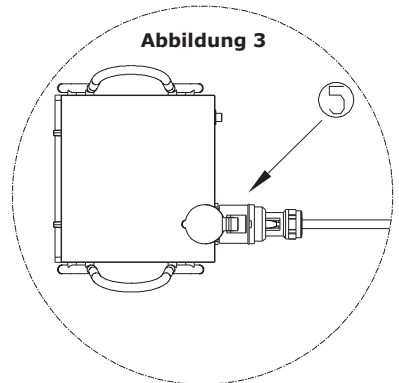

Abbildung 3
- Stecken Sie die Buchse an der Steckdose des Gerätes an (Abb.3)